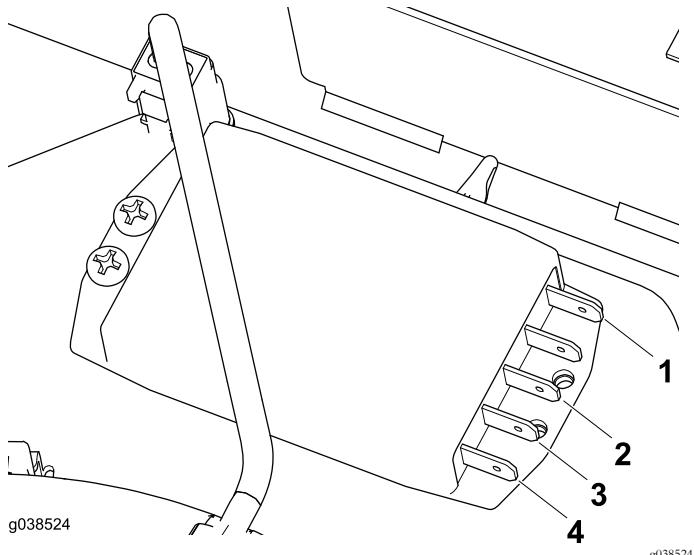

Bild 3
- Schließen Sie den Kabelbaum am Widerstandspack an (Bild 3).